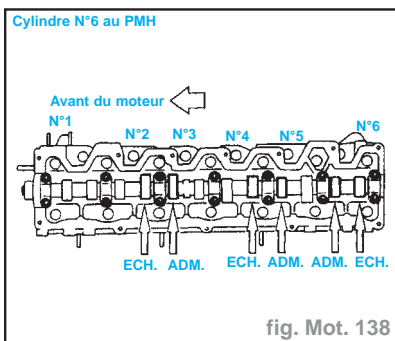

fig. Mot. 138
- Contrôler uniquement les soupapes indiquées ci-contre (fig. Mot.138).